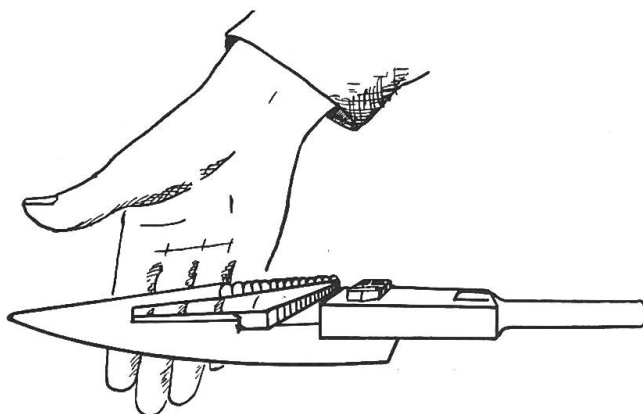

Fig. 4:
2. Vérifier les doigts. On se rendra compte de ceux qui sont trop hauts en regardant de profil l'ensemble des contre-plaques de doigts (fig. 4). Les aligner avec le marteau, mais en les posant sur un appui approprié, sinon on n'arrivera qu'à étirer les boulons de doigts.